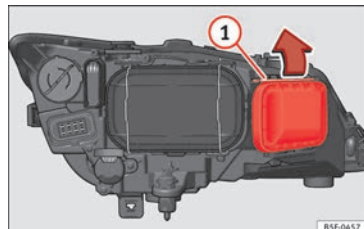

Fig. 107 Lampadina per anabbaglianti.
- Far scorrere il tirante » **fig. 107** ① nel senso della freccia e sfilare la chiusura.